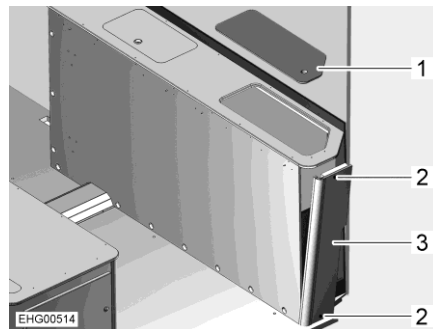

Bild 109 Bettkasten rechts
- Service-Deckel (Bild 109,1) abnehmen.
- 2 Schrauben (Bild 109,2) herausdrehen.
- Von oben in den Bettkasten greifen und Seitenwand (Bild 109,3) leicht nach außen drücken.